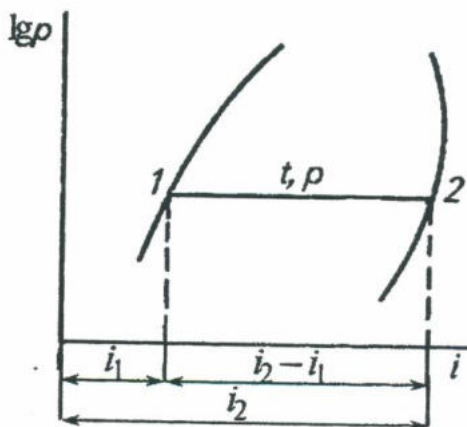

Рисунок 1 – Расчетная диаграмма кипения хладагента
**Задание 1** Определить параметры точек 1, 2 (рисунок 1) и количество теплоты, подведенное к хладагенту R717 в процессе его кипения в соответствии с таблицей